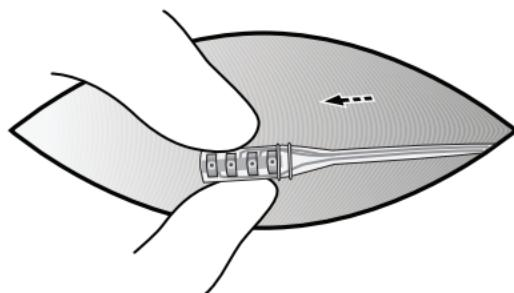

Figure 19. Retirez l'extension percutanée et le capuchon de protection de connecteur.
8. Retirez l'extension percutanée et le capuchon de protection du connecteur à travers l'incision et mettez le capuchon de protection au rebut (Figure 19).